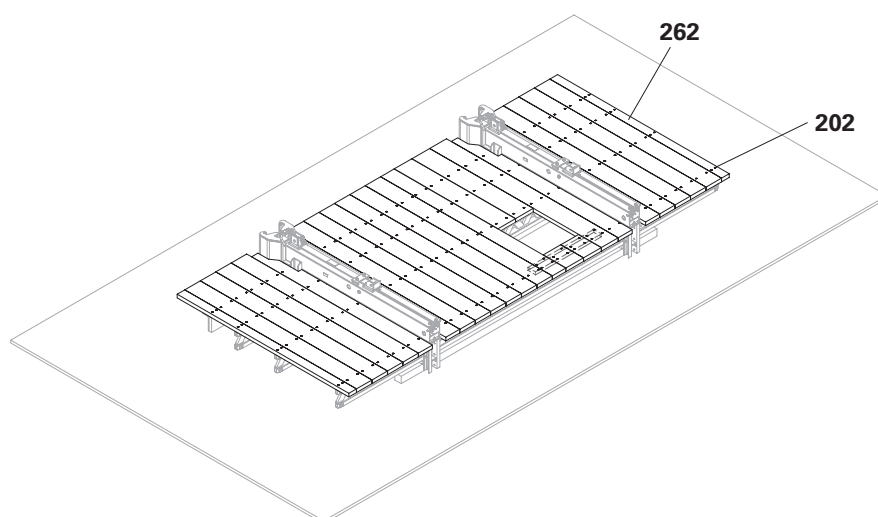

Fig. B4.10
11. Posizionare l'impalcato (**262**) sulla trave per cassaforma GT 24 (**21**), allinearla e avvitare saldamente con 2 viti Torx 6 x 80 (**202**) per trave per cassaforma. (Fig. B4.10)